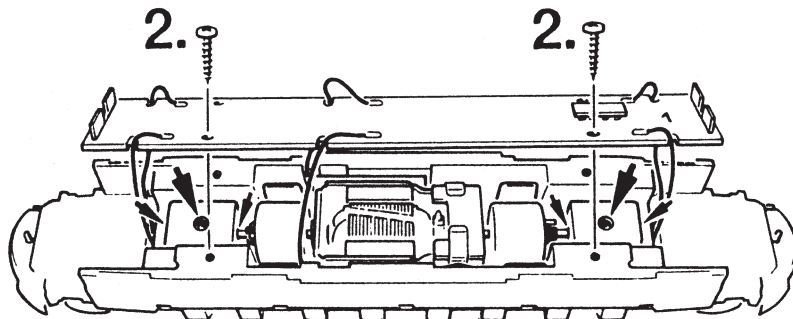
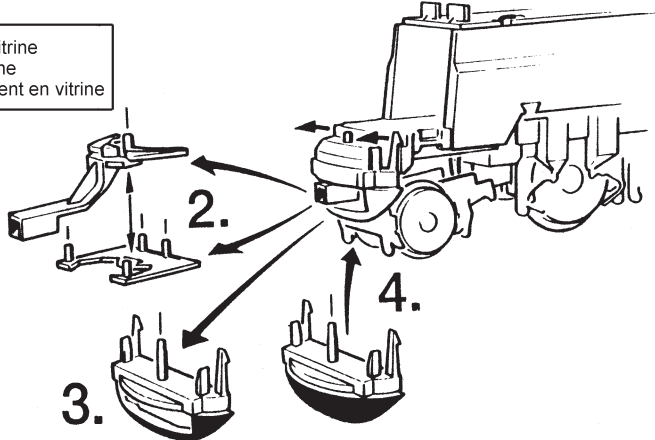

Fig. 6
Fig. 3
1. Reinigung der Radstromkontakte: Radstromkontakte können auf unsauberen Schienen leicht verschmutzen. Bitte **entfernen Sie vorsichtig** mit einem kleinen Pinsel **den Schmutz** an den in Fig. 6 gekennzeichneten Stellen. Bitte zuerst das Lokgehäuse abnehmen (Fig. 3).
2. Schmierung: Versehen Sie die im Schmierplan in Fig. 5 gekennzeichneten Stellen mit nur **kleinen Öltropfen**. Dazu zuerst das Lokgehäuse abnehmen (Fig. 3). Wir empfehlen den **ROCO-Öler** Art. Nr. **10906**. Zur Schmierung der Getriebeteile (Zahnräder, Schnecke) empfehlen wir das **ROCO-Spezialfett 10905**. Im Falle der Schmierung diese Teile bitte nicht ölen.
4. Kohlebürstenwechsel: Lokgehäuse abnehmen (Fig. 3). Danach wird der **Motor ausgebaut** und die **Kohlebürsten ausgewechselt** (Fig. 8).
1. Nettoyage des lames de contact aux roues: Les lames de contact risquent de s'encrasser rapidement sur des voies poussiéreuses. Veuillez **enlever la poussière** aux endroits marqués à la fig. 6.
2. Graissage: N'appliquez **qu'une tout petite goutte** aux endroits indiqués par le plan de graissage (fig. 5) après avoir démonté le couvercle du carter des engrenages (fig. 3). Nous vous recommandons **le graisseur à huile ROCO réf. 10906**. Pour graisser les engrenages (roues dentées, vis sans fin) nous vous conseillons la **graisse spéciale Roco ref. 10905** pour engrenages en matières synthétiques. Lorsque vous utilisez cette graisse il faut éviter d'huiler ces composants.
4. Remplacement des balais du moteur: Démontez la caisse (voir fig 3). Démontez ensuite le moteur et échangez le balais (fig. 8).
1. Schoonmaken van de wielcontacten: Verwijder de lochuis (fig. 3), en verwijder met een penseel het vuil van de in fig. 6 aangegeven plaatsen.
2. Het smeren: Op de aangegeven punten slechts een enkel oliedruppeltje (Fig. 5). Daartoe wel eerst het lochuis verwijderen (Fig. 3). Wij adviseren Rovo-smeerolie art. 10906. Voor het smeren van de aandrijving (tandwielen, wormwielen, etc.) adviseren wij Roco-smeervet art. 10905. Let op. Geen olie gebruiken waar smeervet zit
4. Het vervangen van de koolborstels: Loc-kap verwijderen (Fig. 3). Daarna tilt u de motor eruit en kunt u de borstels vervangen (Fig. 8).
1. Siehe } Fig. 3
Zie } Fig. 3